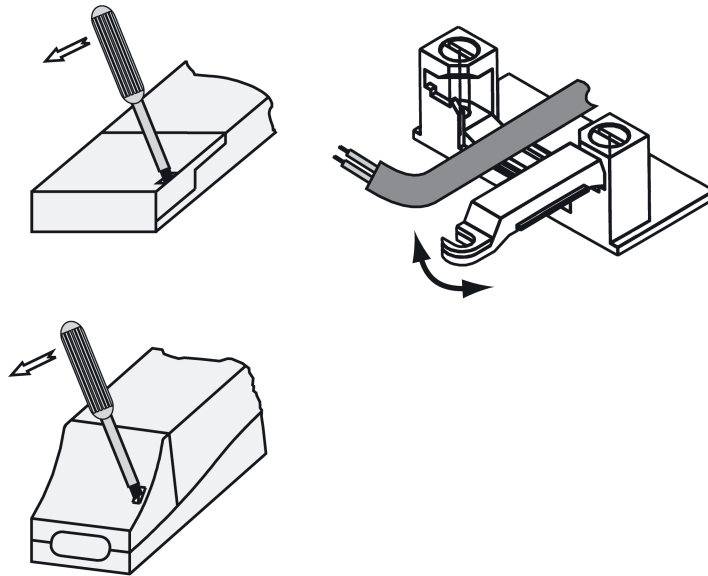

Bild 1: Klemmenabdeckung und Zugentlastung
- Klemmenabdeckungen, falls vorhanden, abnehmen (Bild 1).
- Zugentlastung montieren (Bild 1).